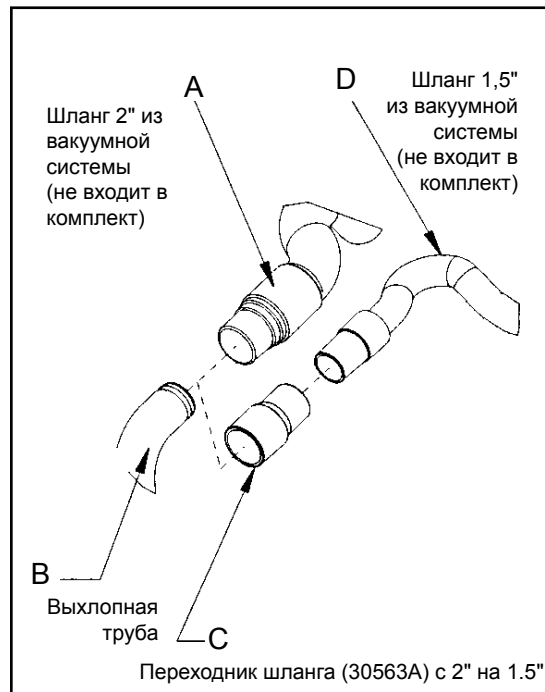

Рисунок 4
1. Установите окончание шланга 2" (рисунок 4, A) прямо сверху выхлопной трубы (рисунок 4, B).
1. Установите переходник окончания шланга 2" x 1,5" (№ детали 30563A) (рисунок 4, C) над выхлопной трубой (рисунок 4, B).
2. Вставьте окончание шланга 1,5" (рисунок 4, D) в переходник (рисунок 4, C).